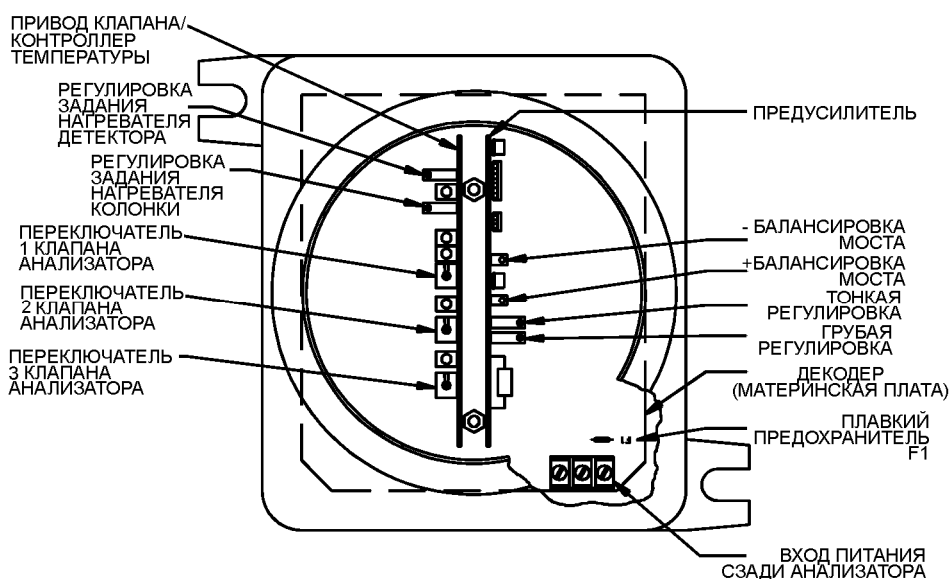

Рисунок 5-1. Расположение элементов анализатора в верхнем взрывобезопасном кожухе
Электрические и электронные компоненты анализатора, за исключением элементов детектора и нагревателя, расположены в верхнем и нижнем взрывобезопасных кожухах анализатора и полностью доступны с передней стороны устройства. Печатные платы находятся внутри взрывобезопасных кожухов, для обеспечения доступа требуется снять (отвинтить) резьбовую крышку с передней части кожуха. Смори рисунок 5-1.
- (1) Вставьте коричневые разъемы на место в верхней части платы (эту операцию можно сделать после установки платы, если так Вам удобнее).
- (2) Вытяните кабель питания и соединительный кабель (нижний) из центра кожуха.
- (3) Вставьте плату в кожух. Продвиньте конец с короткими направляющими вверх и назад и придерживайте соединительный кабель при позиционировании платы в корпусе.
- (4) Продвиньте верхний кабель в верхнюю часть кожуха. После этого установите плату так, чтобы четыре невыпадающих винта по углам платы встали на свои места.
- (5) Затяните четыре невыпадающих винта для закрепления платы.
- (6) Подключите провода, которые были отстыкованы при снятии платы.
- (7) Установите две нейлоновые втулки на монтажные шпильки в центре и в нижней части платы
- (8) Установите две печатные платы. Стороны плат, на которых находятся элементы, должны быть направлены наружу (влево и вправо, смотри рисунок 5-1). Плата температурного контроллера / привода клапана устанавливается в левый разъем, плата предусилителя в правый.
- (9) Установите на место верхнюю крышку кожуха. Проверьте, чтобы движки переключателей попали в отверстия для них.